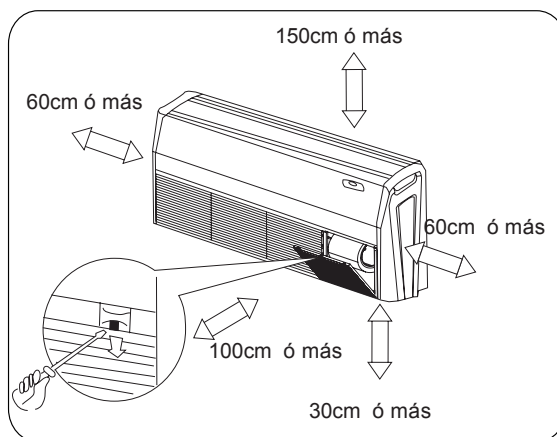

Fig.8.2
- Respete el espacio alrededor del equipo para su ventilación y correcto funcionamiento(Ver Fig.8.2)